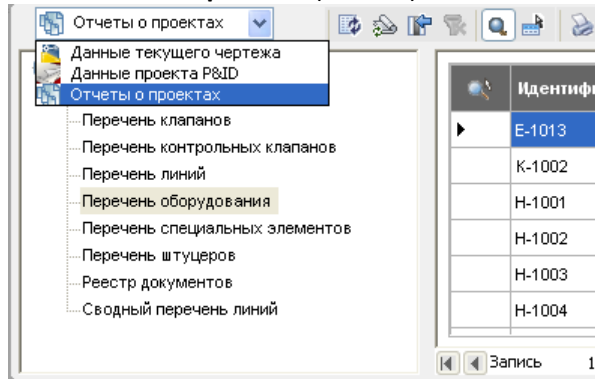

Рис. 40
- В левой верхней части **Диспетчера данных** выберите в раскрывающемся списке **Отчеты о проектах** (Рис. 40).